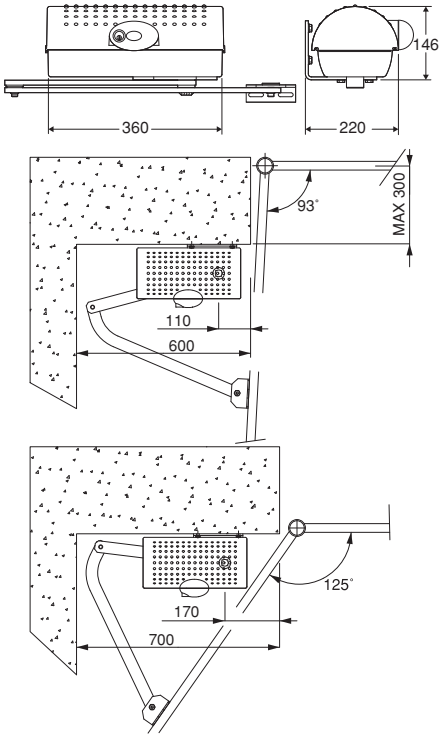
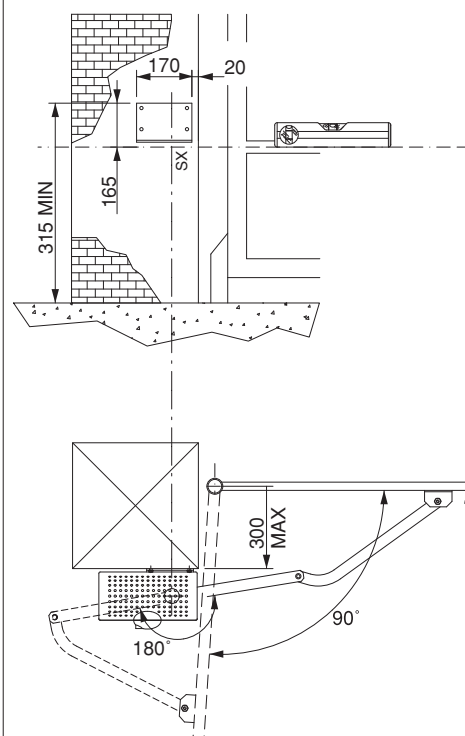

Fig. 2
Fig. 3
La posizione di fissaggio deve essere valutata secondo la struttura dell'anta. In ogni caso, il braccio di manovra deve spingere in un punto dell'anta rinforzata (fig.2).
5) FISSAGGIO PIASTRA DI SUPPORTO (Fig.2)
Identificato il punto di rinforzo dell'anta, a cancello chiuso, tracciare una linea orizzontale immaginaria dal centro del rinforzo fino al pilastro (fig.2). Posizionare la staffa di ancoraggio rispettando le quote in fig.2 per aperture fino a 90° o come in fig.3 per aperture superiori a 90° fino a max 125°.